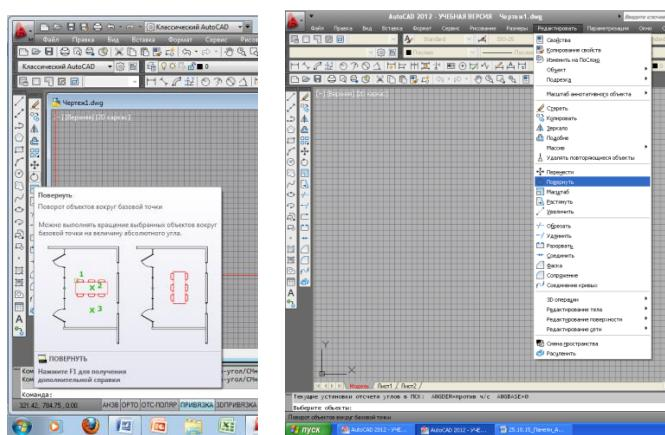

Рисунок 5.18 - Команда «Повернуть»
- щелчком мыши по кнопке на панели инструментов «Редактирование», «Редактировать» - «Поворот» (рисунок 5.18).